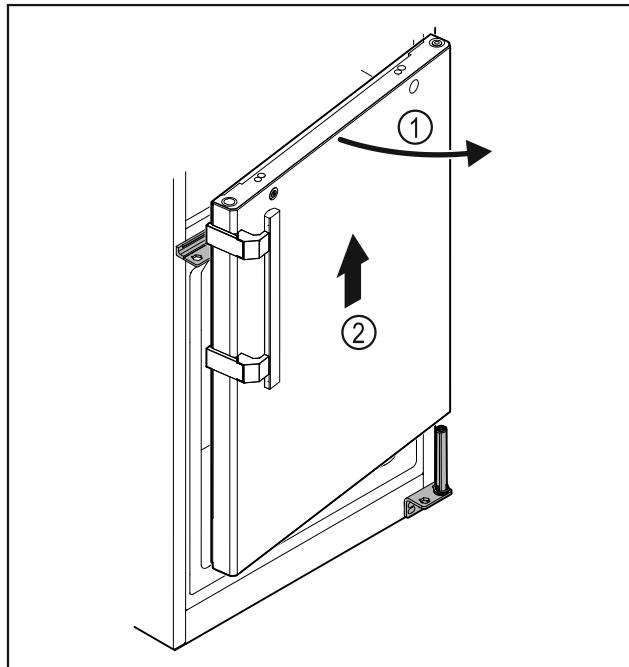

Fig. 33
- Zľahka otvorte dvere Fig. 33 (1), zdvihnite ich cca 200 mm rovno nahor a odoberte Fig. 33 (2).